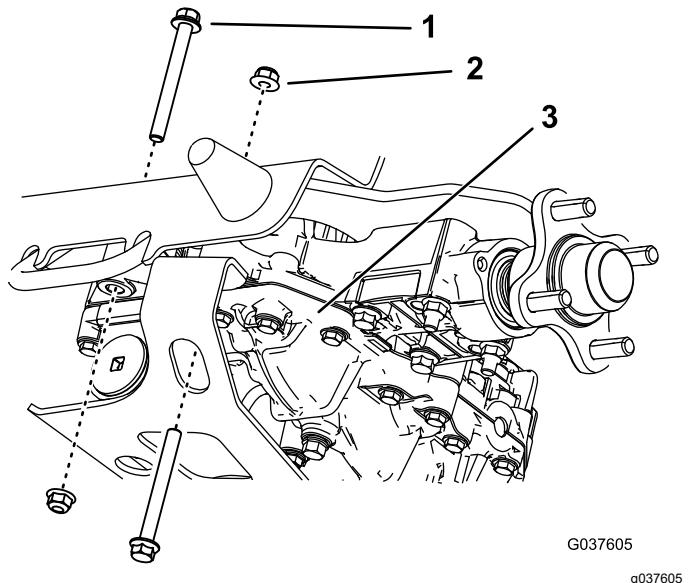

Figura 9
5. Retire os dois parafusos traseiros e as duas porcas do eixo da transmissão direito (**Figura 9**). Guarde as porcas.